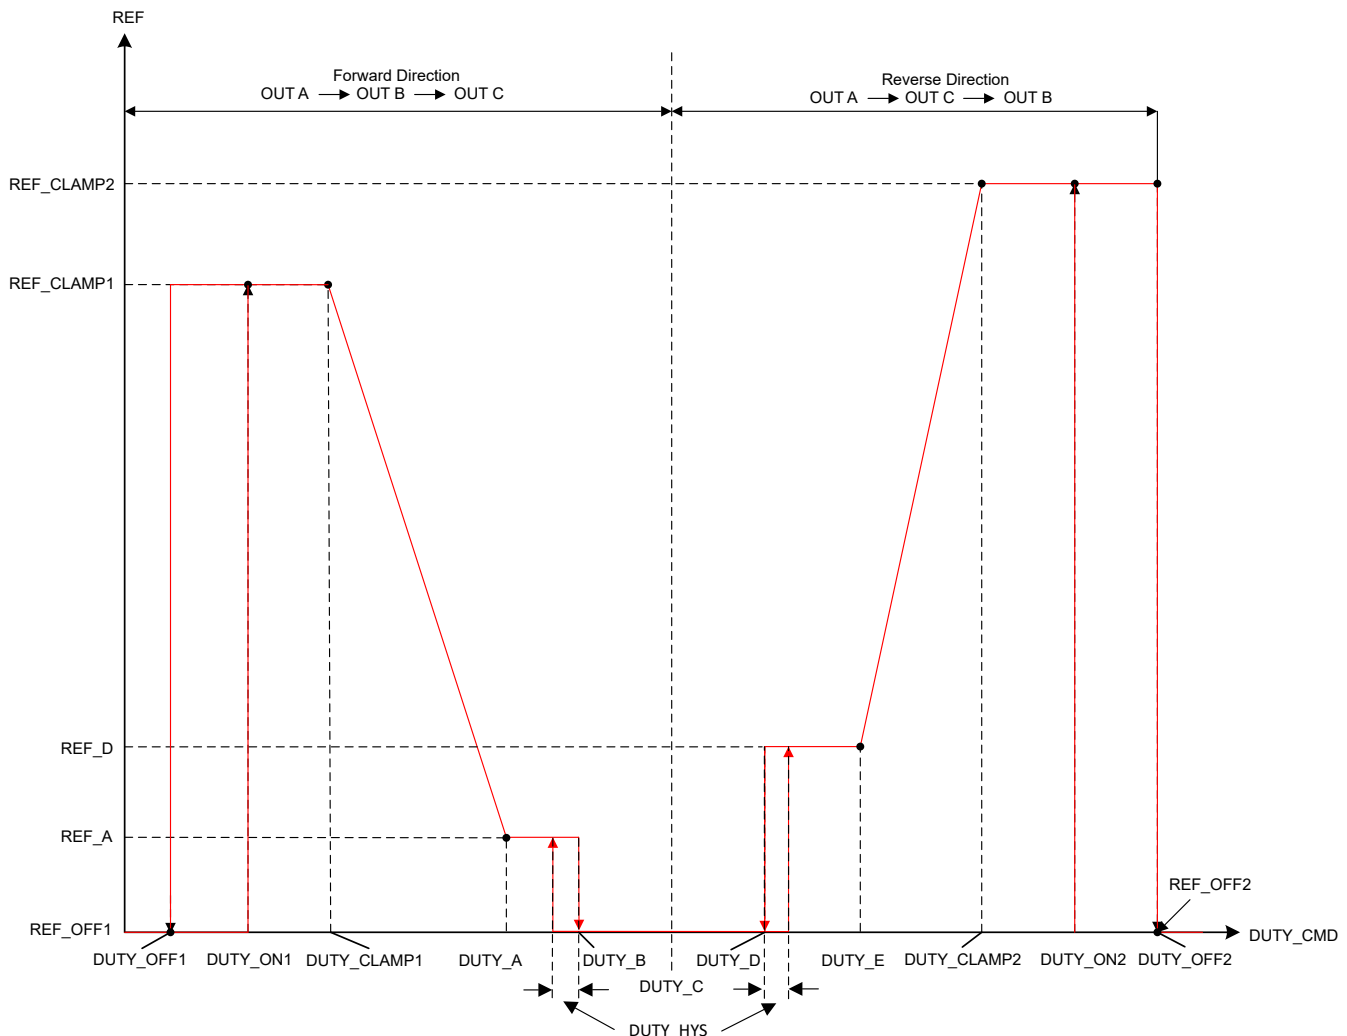

図 7-12. 双方向制御プロファイル
- DUTY_OFF1 と DUTY_ON1 は、リファレンス制御入力 REF_CLAMP1 および REF_OFF1 間を遷移する際のヒステリシスを設定します (図 7-12 を参照)。
- DUTY_A は、リファレンス REF_A のデューティ・コマンドを設定します。このリファレンスは、DUTY_CLAMP1 と DUTY_A の間を直線的に変化します。DUTY_A から DUTY_E は、図 7-12 と同じ順序である必要があります。
- DUTY_OFF2 と DUTY_ON2 は、リファレンス制御入力 REF_CLAMP2 および REF_OFF2 間を遷移する際のヒステリシスを設定します (図 7-12 を参照)。